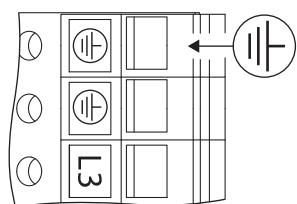

Fig. 21 : Mise à la terre supplémentaire
- **En raison du courant de décharge plus élevé sur les moteurs à partir de 11 kW, il faut raccorder une mise à la terre renforcée conformément à la norme EN 50178 (fig. 21).**